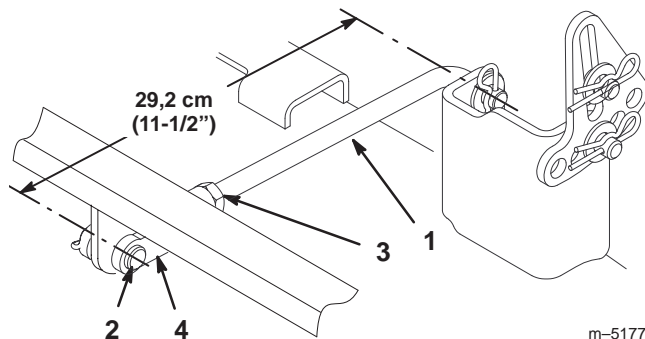

Figure 40
6. Mesurez la longueur du tourillon arrière (Fig. 40). Si elle n'est pas égale à 29,2 cm (11-1/2 pouces), enlevez l'axe de chape et la goupille fendue à l'extrémité du tourillon (Fig. 40), desserrez l'écrou de blocage et tournez la chape jusqu'à obtention de la longueur voulue (29,2 cm ou 11-1/2 pouces). Fixez ensuite la chape avec l'axe et la goupille fendue. Répétez la procédure de l'autre côté de la tondeuse.
12. Quand l'inclinaison avant/arrière voulue est obtenue, serrez les écrous de blocage (Fig. 40 et 42).